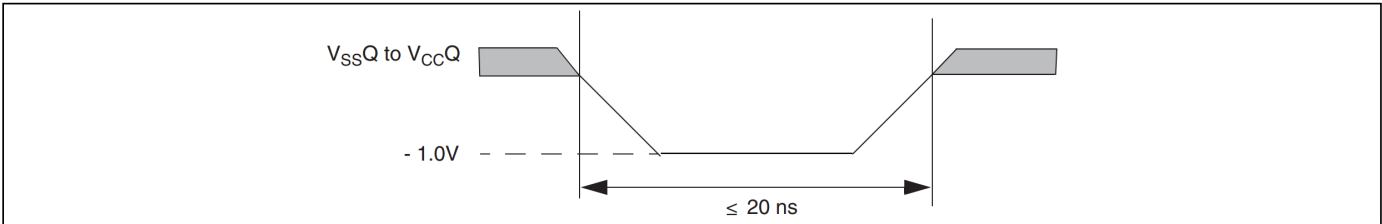
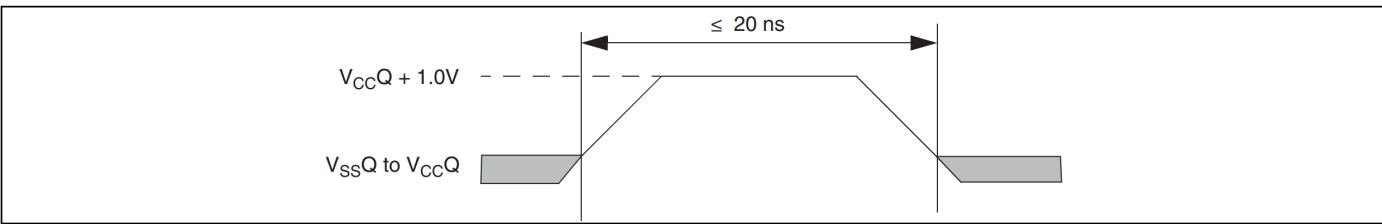

图 21 最大负过冲波形
图 22 最大正过冲波形
83. 输入或 I/O 信号上的最小DC电压为-1.0 V。在电压转换期间，输入或 I/O 信号可能低于 V_{SS}至-1.0 V，持续时间长达 20 ns。见图 21。输入或 I/O 信号上的最大DC电压为 V_{CC}+ 1.0 V。在电压转换期间，输入或 I/O 信号可能高于 V_{CC}+ 1.0 V，持续时间长达 20 ns。见图 22。